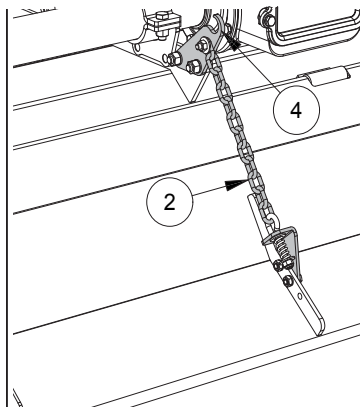

FIG. 17
Die Maschine ist zur Ebnung oder Lockerung des Erdbodens mit einer Haube ausgestattet (1, "Fig. 17"), die hinter den Zähnen montiert ist und deren Höhe sich durch eine Kette (2) verstellen lässt. Es ist ratsam, die Arbeit mit der Haube in Mittelposition zu beginnen: Nach den ersten Metern der Arbeit, kaum die gewünschte Tiefe erreicht, die Position der Haube blockieren, indem man die Kette (2) an der Halterung (4) anhängt.